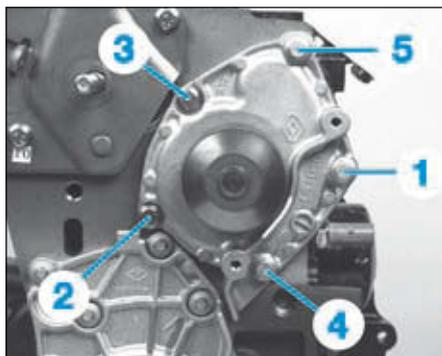

FIG.21
- les vis de fixation de la pompe à eau (Fig.21),
- Mettre en place la pompe à eau munie d'un joint neuf dans le bloc-cylindres et serrer ses vis de fixation en respectant l'ordre (Fig.21).